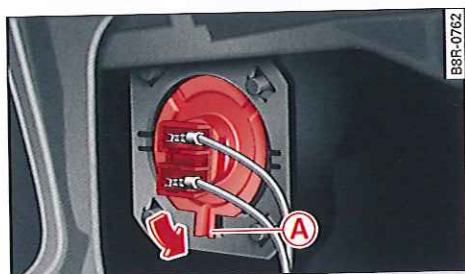

Fig. 251 Phare principal : ampoule du feu de route
- Mettez en place le connecteur en plastique avec l'ampoule neuve, d'abord dans la partie supérieure du boîtier de phare ⇒ fig. 251. Veillez à ce que l'ergot **A** soit orienté au centre vers le bas.